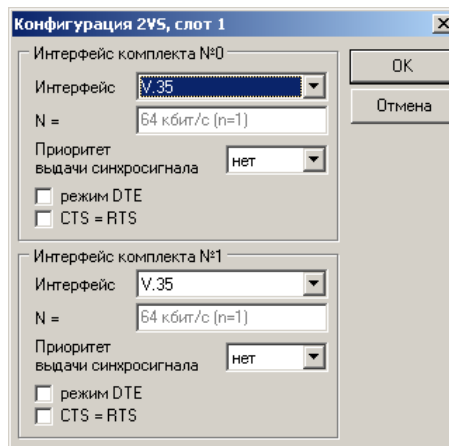

Рисунок 10
- щелкнуть правой кнопкой мыши на изображении нужной платы 2VS и выбрать из контекстного меню пункт «конфигурация платы», после чего появится окно конфигурации (рис. 10);